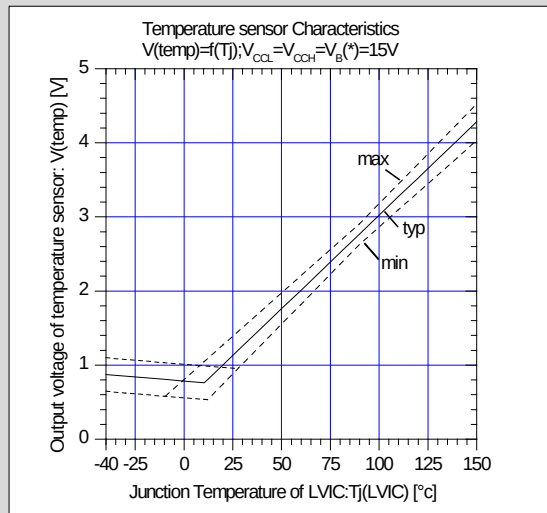

図3-24 LVIC温度とTEMP出力電圧特性
- 図3-24にLVICのジャンクション温度とTEMP端子出力電圧特性を示します。MPU電源電圧が3.3Vの場合は、TEMP端子に電圧クランプ用ツェナーダイオードを接続してください。また、約25°C以下で出力電圧はクランプ特性を示しますので、線形性が必要な場合は、TEMP端子に22k $\Omega \pm 10\%$ のプルダウン抵抗 $R_{pulldown}$ を接続してください。